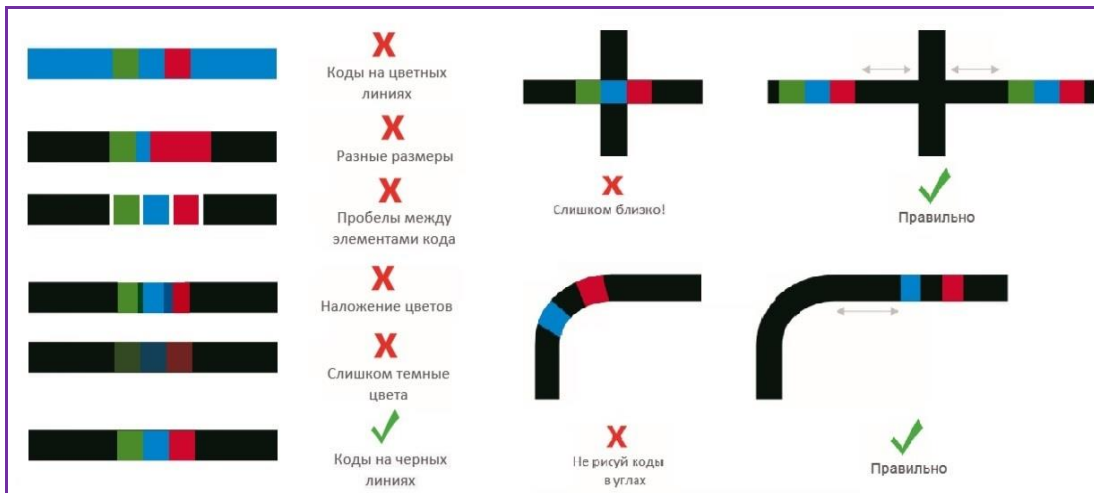

Рисунок 3. Иллюстрация правил рисования цветковых кодов
- располагать коды на линиях можно до пересечений линий и до поворотов. Коды, расположенные прямо перед пересечением, на пересечении или в повороте не будут распознаны (рис. 3).